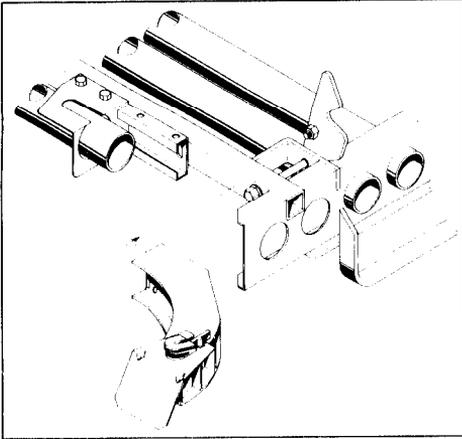
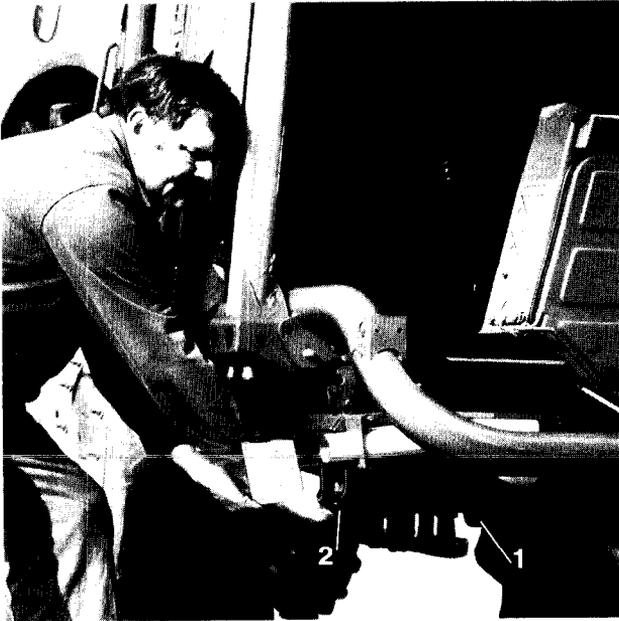
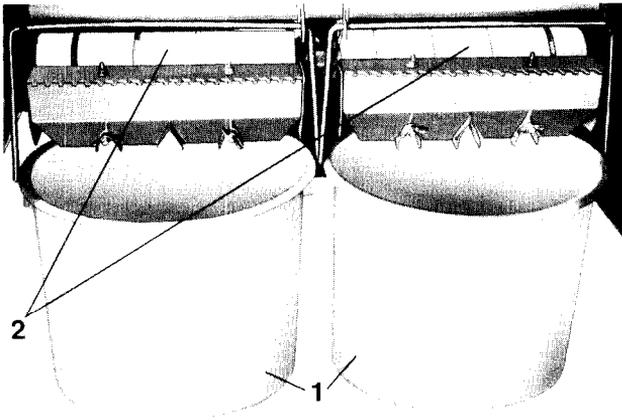
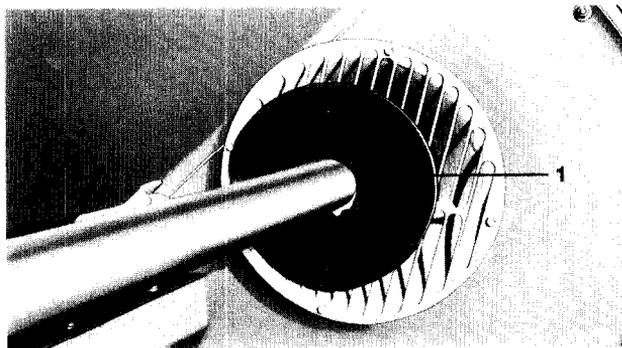

Fig.3
Fig.4
Fig. 5
Fig. 7
Zunächst müssen die lose mitgelieferten Krümmer in abgebildeter Weise (Fig. 3) montiert werden. Dann den Injektorrahmen von unten her in die Aufnahme einhängen (Fig. 4/1). Dazu den Injektorrahmen auf die Laschen vor dem Luftkanal auflegen und hinten anheben, Griff (Fig. 4/2) ziehen und einhängen. Überprüfen Sie den richtigen Sitz des Injektorrahmens, weil eventueller Luftverlust die Verteilgenauigkeit einschränken könnte!
**Beim Streuen von Grassamen oder anderen Streustoffen können die serienmäßigen Dosiereinheiten gegen speziell abgestimmte Dosiereinheiten ausgetauscht werden (auf Anfrage) (Fig. 5/2).**
Die Injektorschleuse links (Fig. 4) wird ausgeklinkt, nach unten geschwenkt und ausgehängt. Anschließend werden die Auffangbehälter (Fig. 5/1) der Meßeinrichtung entsprechend der Fig. 5 eingehängt und die Drosselscheibe  $\varnothing 210$  (Fig. 7/1) angebracht. Damit die Dosiergehäuse mit Dünger gefüllt sind, muß die Zapfwelle kurzzeitig eingeschaltet werden. Anschließend müssen die Auffangbehälter wieder völlig entleert werden.
Die hierbei erforderliche Zapfwellendrehzahl ist 540 U/min. Das in den Auffangbehältern (Fig. 5/1) aufgefangene Streugut wird anschließend gewogen und mit dem **Multiplikator 40** malgenommen, um so die Menge pro ha zu ermitteln.
Beim Ausbringen von spezifisch leichten Düngern wie Harnstoff und Perlkalkstickstoff ist während des Streuens die mitgelieferte Drosselscheibe  $\varnothing 210$  mm (Fig. 7/1) einzusetzen.